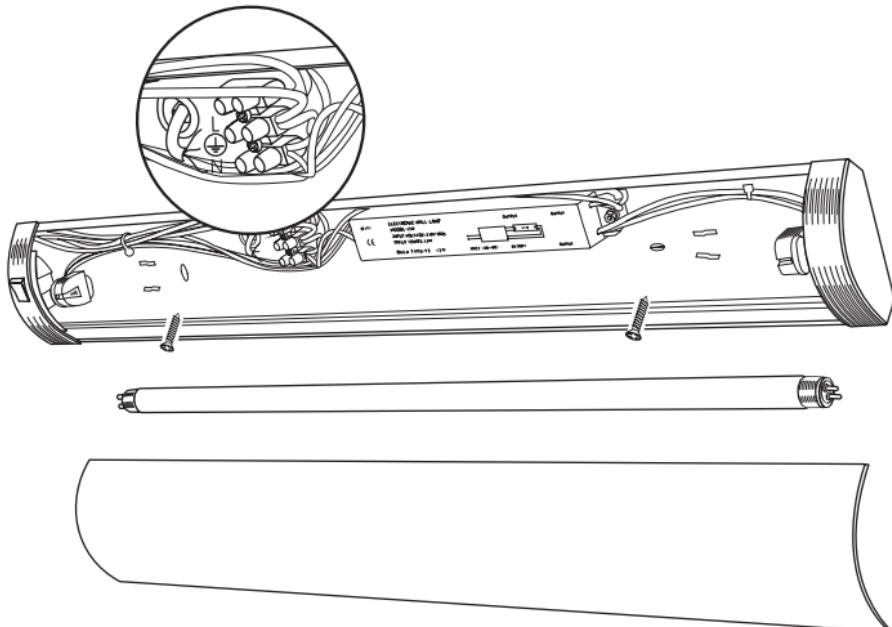

Рисунок 2
– снимите со светильника рассеиватель и люминесцентную лампу (рисунок 2);
ные провода с позициями L, N и PE в клеммном зажиме (рисунок 2), затяните винты клеммника;